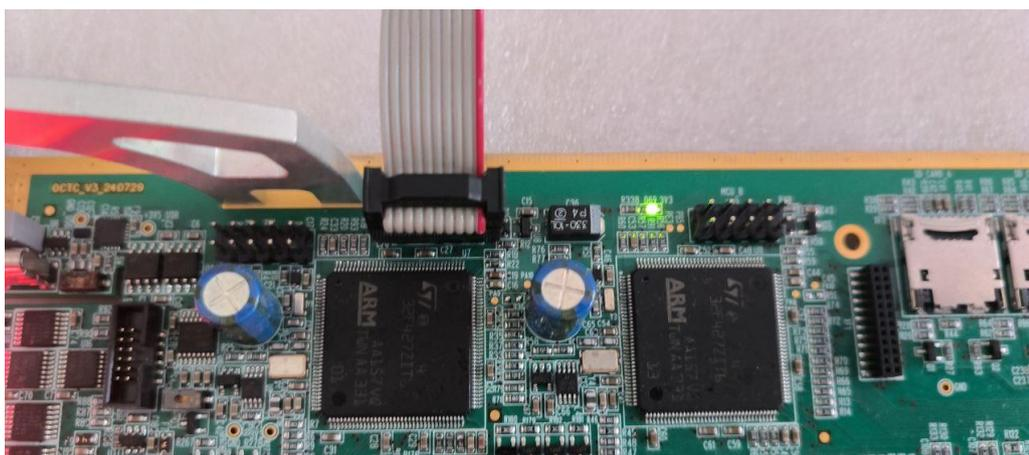

Рисунок 2 - Подключение жгута программатора для программирования первого микроконтроллера
1.3.2.3 Подключить жгут программатора к разъему XM2 для программирования микроконтроллера MCU-A ОК.РЦ (ОС.ТС) (рисунок 2).